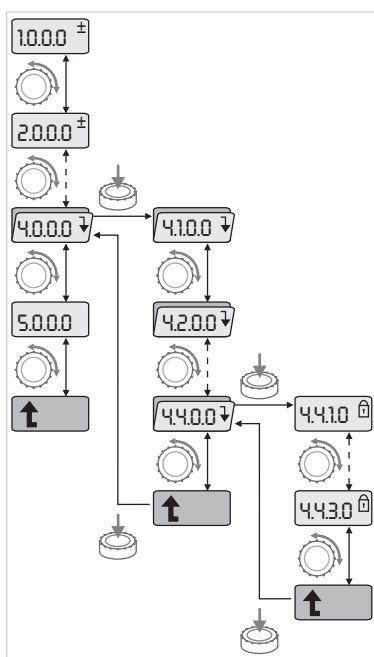

Fig. 43: Pārvietošanās piemērs
- Vispārīga pārvietošanās izvēlnē tiek veikta šādi (piemēru skatīt Fig. 43):